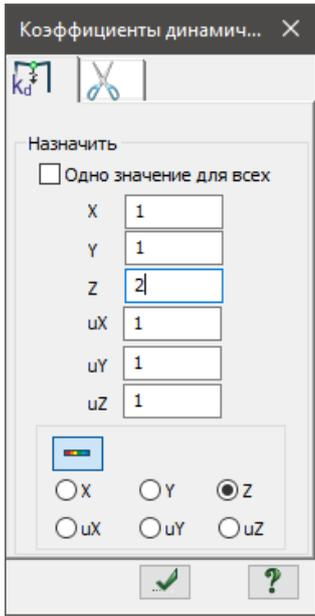

Рис.16.31 Окно Локальный отказ (квазистатика – коэффициенты динамичности)
- В поле **Z** введите коэффициент 2 (Рис. 16.31);